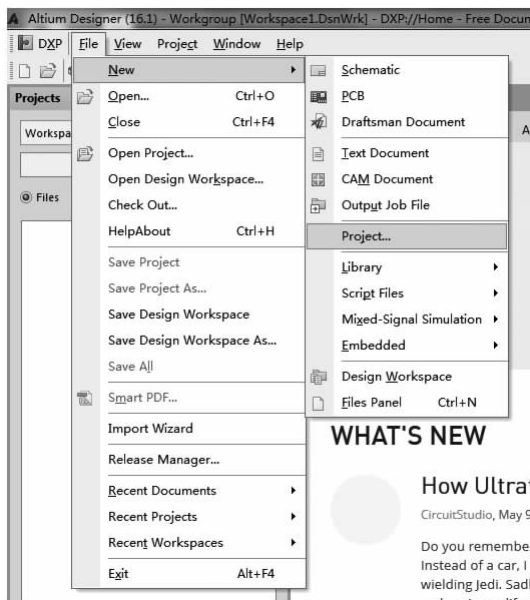
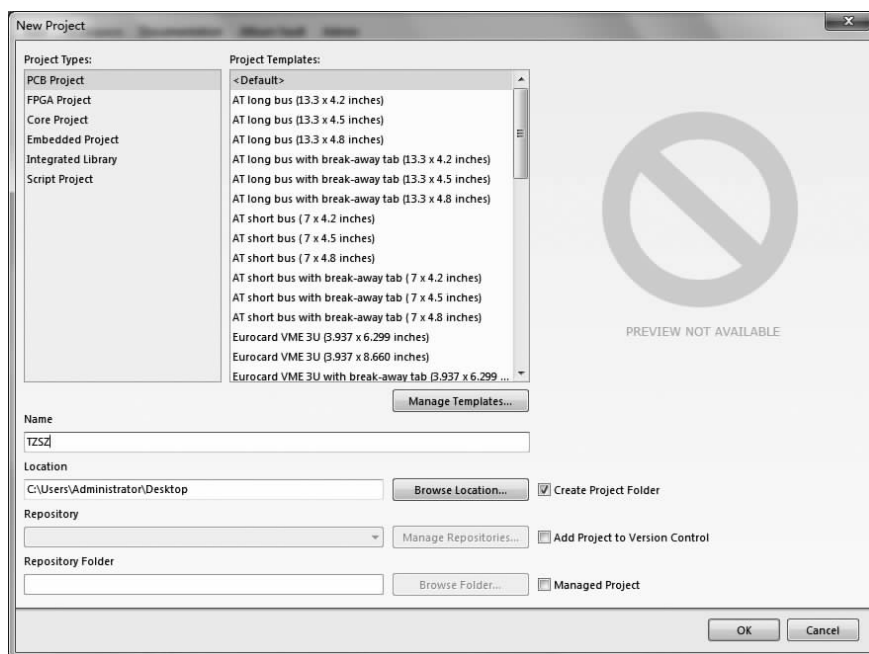

图 2-7 执行 File→New→Project 菜单命令
图 2-8 “New Project”对话框
(2) 执行 File→New→Project 菜单命令,如图 2-7 所示,打开如图 2-8 所示的“New Project”对话框。